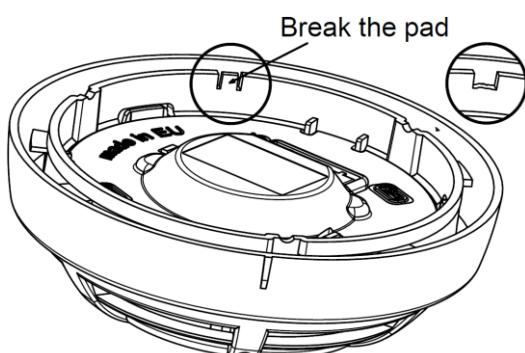

Fig.3
- Casser le plastique à l'emplacement spécifié, au bas de la sirène (**Figure 3**).